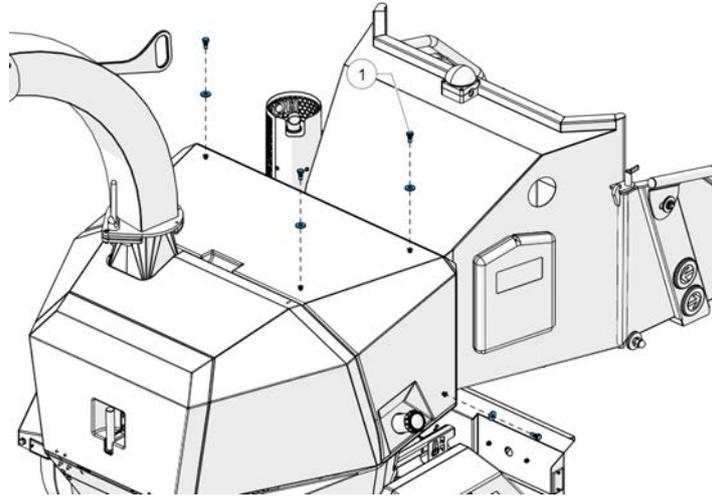

Figure 50 - Retirer les boulons
3. Retirez les 4 boulons qui fixent le panneau à la (1, Figure 50).